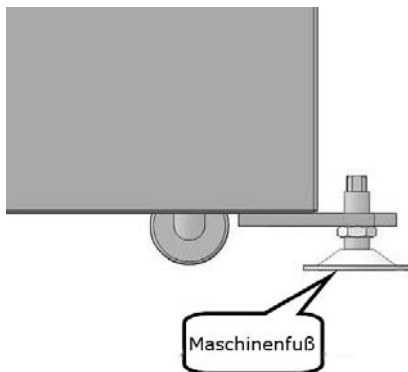

Abb. 10: Anpassen der Maschinenfüße
Schritt 7: Maschinenfuß (Abb.10) auf die gewünschte Höhe einstellen.